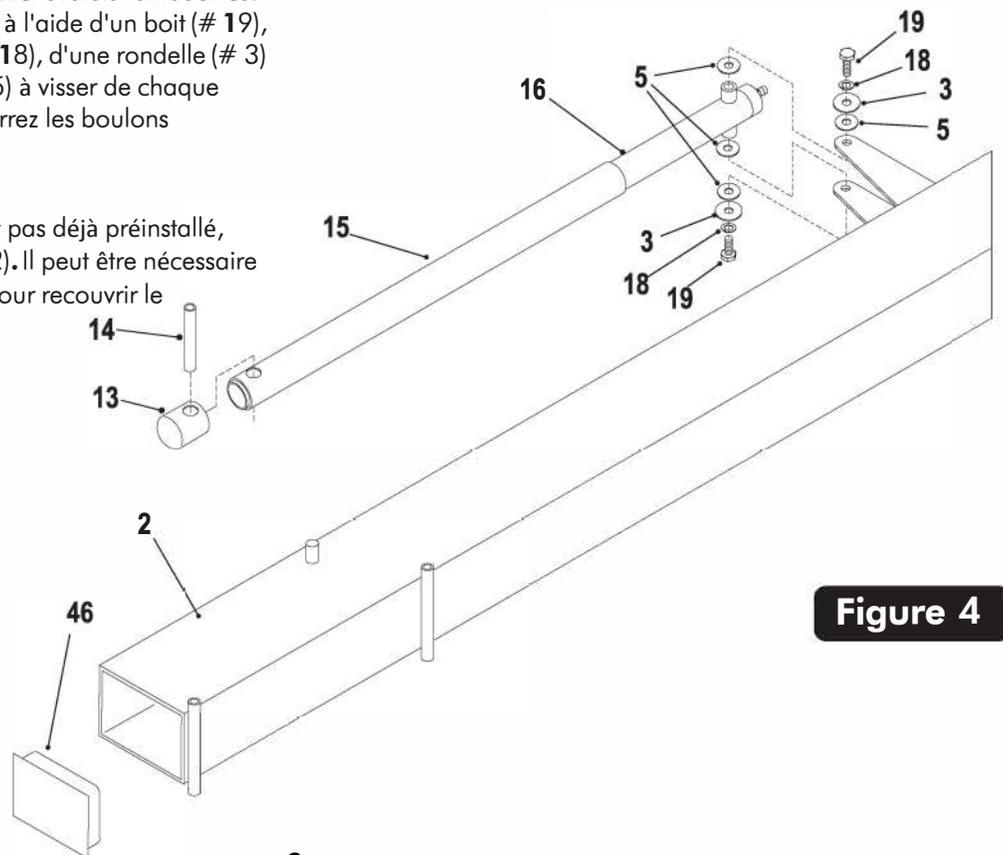

Figure 4
2. Faites glisser le manchon de l'actionneur (n° 15) sur l'actionneur (n° 16) et placez le capuchon de l'actionneur (n° 13) sur le dessus. Alignez les trous dans les 3 pièces et faites passer le tube de pivot (n° 14) dans les trous du capuchon de l'actionneur (n° 13), du manchon en plastique de l'actionneur (n° 15) et de l'actionneur en acier (n° 16) jusqu'à ce que des quantités égales dépassent des deux côtés de l'actionneur. Voir Figure 4.
3. Couchez Fble (#2) sur le côté sur deux chevalets rembourrés. Fixez l'actionneur (# 16) au Fble (# 2) à l'aide d'un boit (# 19), d'une rondelle de blocage fendue (# 18), d'une rondelle (# 3) et de deux rondelles en plastique (# 5) à visser de chaque côté de l'actionneur. Voir Figure 4. Serrez les boulons fermement.